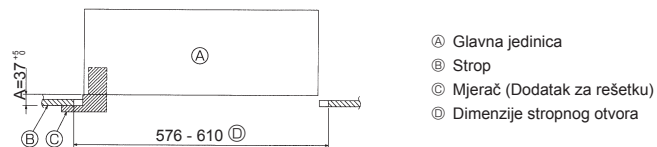

Fig. 4-6
3. Kada glavnu jedinicu ne možete poravnati s postavnim rupom na stropu, može se namjestiti uporabom utora na postavnoj ploči. (Fig. 4-6)